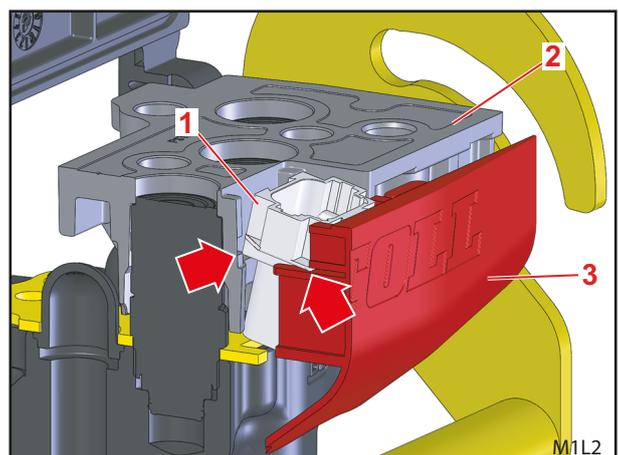

Abb. 18 Hydro-Fix-Unterteil anbauen – Elektrik-Steckverbinder und Abdeckung
- (6) Hydro-Fix-Unterteil auf Ventil schieben (nicht ganz bis unten).
- (7) Elektrik-Steckverbinder leicht schräg stellen, sodass er beim Zusammenführen der Abdeckung und des Hydro-Fix-Oberteils in Führungen und Auflagen gleitet (siehe Pfeile in Abb. 18).
- (8) Abdeckung ganz einschieben und Hydro-Fix-Unterteil gleichzeitig vorsichtig nach unten drücken.
- (9) Hydro-Fix-Unterteil mit 5 Schrauben M8x45 befestigen.